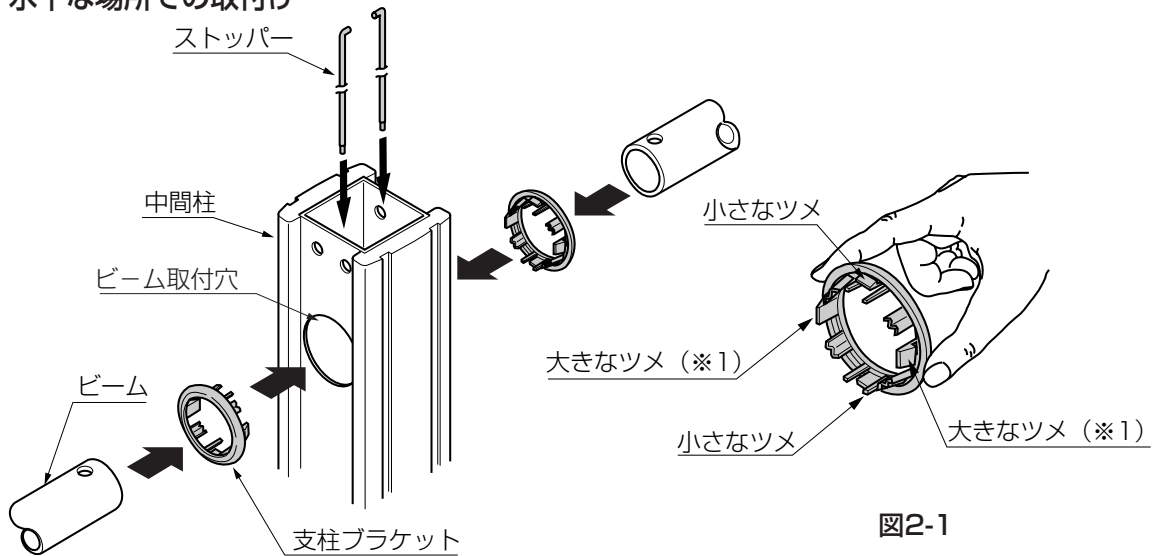

図2-1
- ❶ 支柱は、ビーム取付穴が通りを向くように、立ててください。
- ❷ 支柱ブラケットの大きなツメ (※1) が水平になるように、ビーム取付穴にはめ込んでください。(図2-1)
- ❸ ビームを支柱ブラケットに差し込み、ストッパーをビームにしている取付穴に差し込んでください。